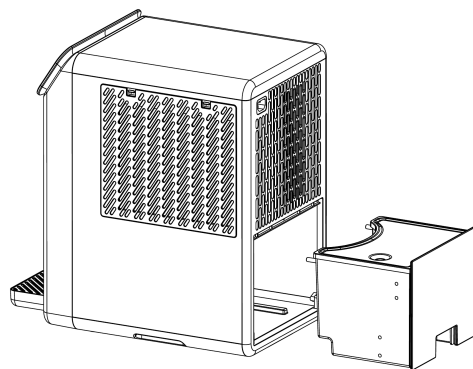

Figure 8 · Le réservoir retiré
2. Posez le réservoir (figure 8).